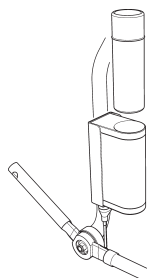

Abb. 11
1. Heben Sie den Akku aus dem Hebebügelsystem (siehe Abb. 11). Der Akku wird magnetisch gehalten. Ziehen Sie den Akku einfach aus der Steuereinheit des Hebebügelsystems.